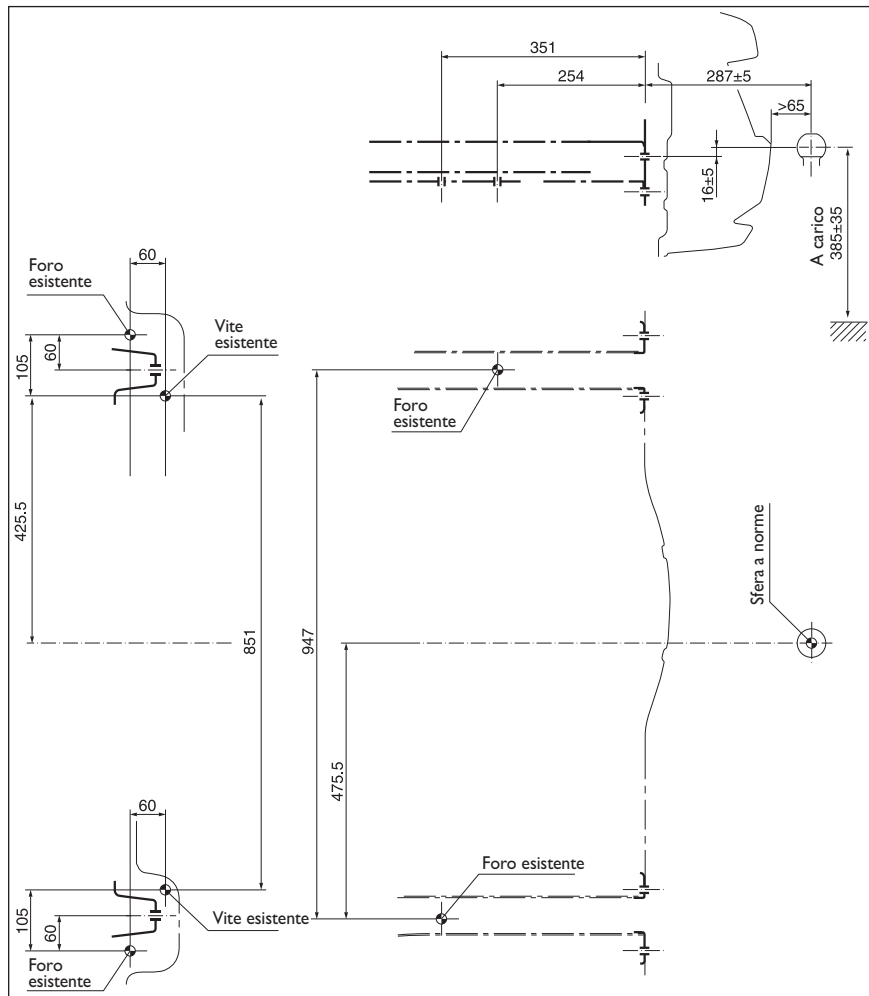

fig. 3
**Schema di montaggio fig. 3**